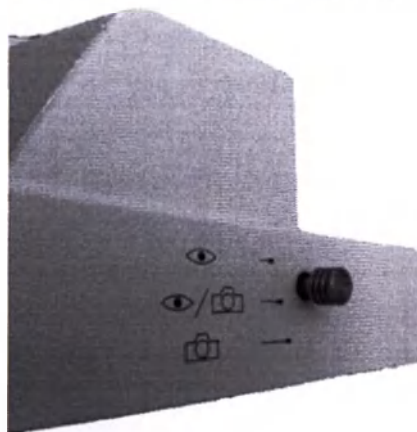

Рисунок 33 – Правая ручка светоделителя: изображение передается только в окуляры микроскопа
- 1) 100/0 – изображение передается только в окуляры микроскопа (Рисунок 33);